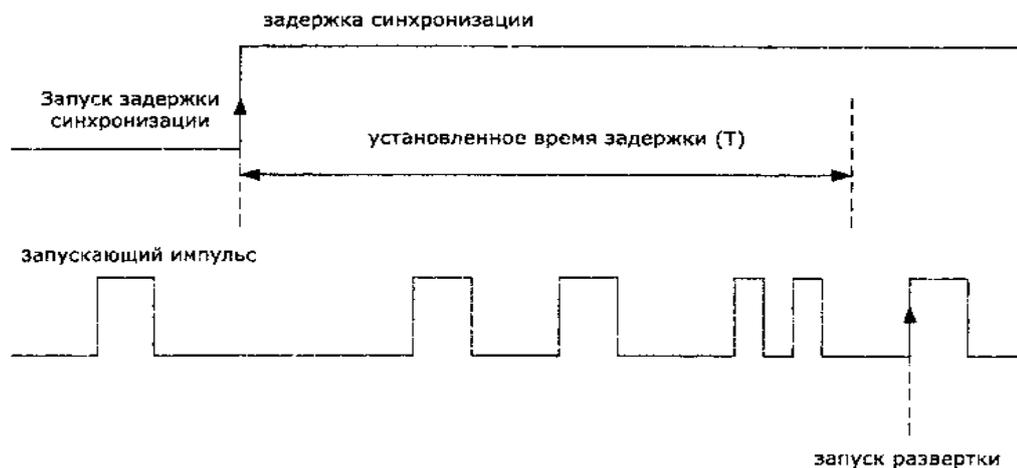

Рисунок 8.24 - Задержка запуска по времени
- **По времени** Нажатием на кнопку F2 и вращением многофункционального регулятора задаете время задержки от момента появления импульса синхронизации до момента запуска линии развертки. Вы можете регулировать это время в пределах 100нс...1,3мс. На рис. 8.24 приведены пояснения к этому режиму. В момент появления первого импульса запускается схема задержки схемы синхронизации, время задержки определяется пользователем и равно  $T$ , после окончания этого времени линия развертки будет запущена первым импульсом, следующим после окончания времени задержки.